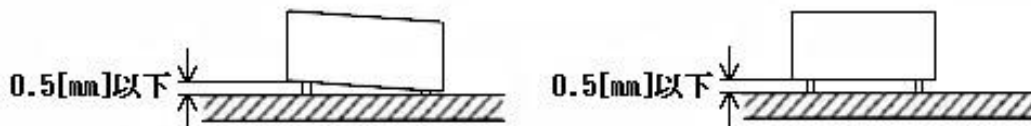

図6 部品の傾き
(2) 止まりがある部品は止まりまで差し込み、止まりがないものは密着して取り付けること。なお、浮き上がり限界は、図6に示すとおりとする。